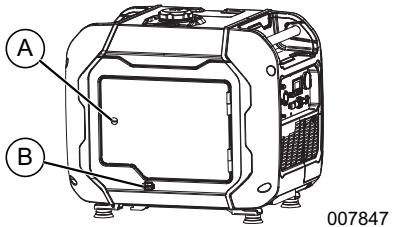

Imagen 2-9. Puerta de acceso y tapas del drenaje de aceite
- Consulte la **Imagen 2-9**. Use un destornillador de cabeza plana para girar la tuerca 1/4 de vuelta a la derecha para abrir la puerta de mantenimiento (A).